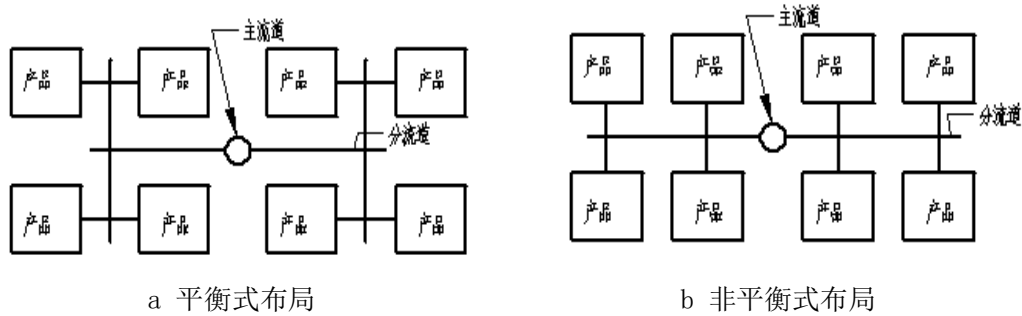

图 6-5 平衡式与非平衡式
1) 优先使用平衡式进浇，塑料流动前沿到达每个型腔的_____相等，如图 6-5（a）。当采用非平衡式进浇时，如图 6-5（b），应调整流道或浇口的大小尽量使_____达到平衡（可通过模流分析中的流道平衡分析获取设计参数）。